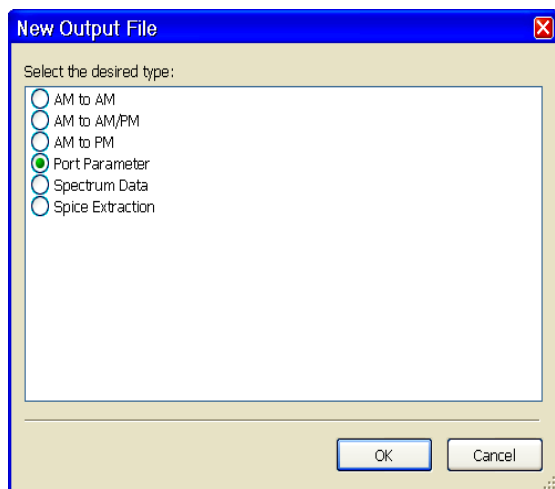
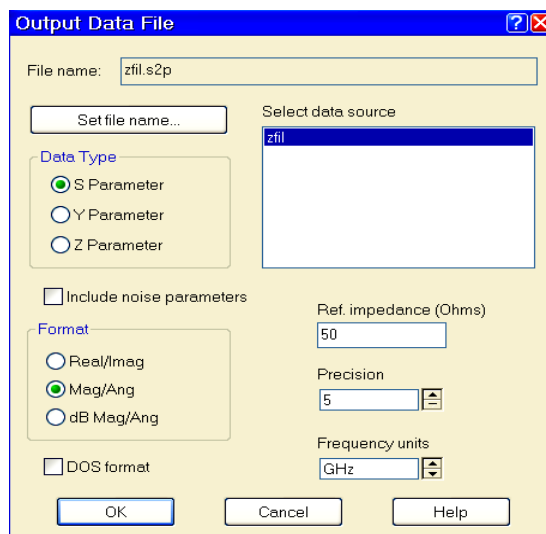

Рис. 3.35
Рис. 3.36
2. Выберите **Add Output File** (Добавить выходной файл), откроется окно **New Output File** (рис. 3.35), в котором нужно выбрать тип выходного файла. Отметьте **Port Parameter** и нажмите **OK**. Откроется новое окно рис. 3.36.